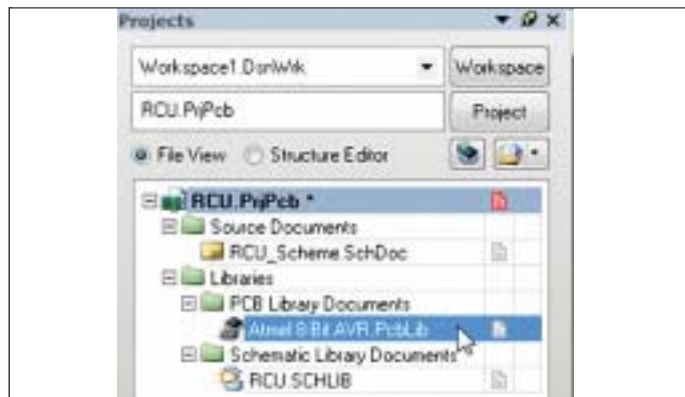

Рис. 27. Выделение библиотеки
3. Указанная библиотека добавится к проекту в категорию *Libraries/PCB Library Documents*. Активируйте редактор библиотеки посадочных мест двойным щелчком на имени библиотеки *Atmel 8-Bit AVR.PcbLib* в панели *Projects* (рис. 27).